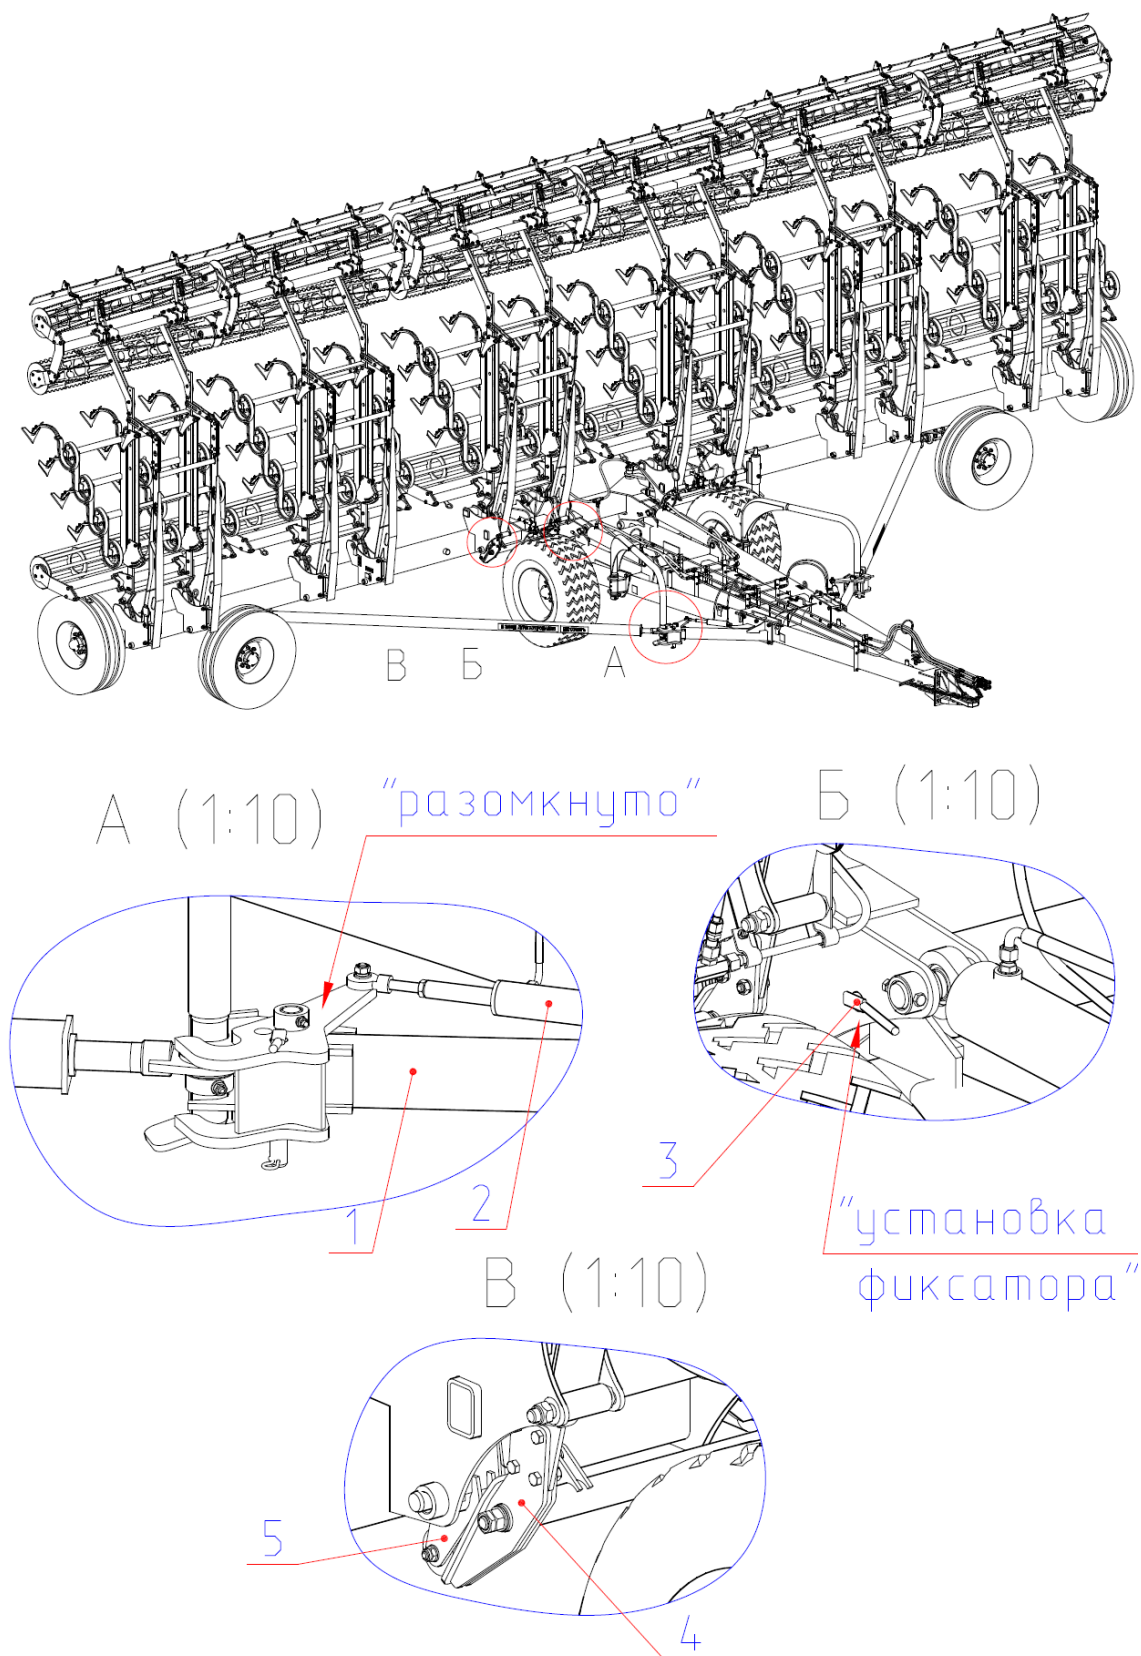

Рис.14.1 Перевод балок в вертикальное положение.
-произвести подъем, повернув все балки с помощью гидроцилиндров (рис.14.1);
-зафиксировать положение центральной балки с помощью фиксаторов 2 (рис.14.1 Вид
- перевести замки кронштейнов 1 (рис.14.1 Вид А) в положение "разомкнуто" гидроцилиндрами 2, при этом сработают гидроцилиндры обеспечивающие нажатие рычагов 4 (рис.14.1 Вид В) на поводки 5 (секции расположенные в центре культиватора перейдут в положение обеспечивающее перевод в транспортное положение без поломок);
-перевести замки кронштейнов 1 (рис.14.1 Вид А) в положение "разомкнуто" гидроцилиндрами 2, при этом сработают гидроцилиндры обеспечивающие нажатие рычагов 4 (рис.14.1 Вид В) на поводки 5 (секции расположенные в центре культиватора перейдут в положение обеспечивающее перевод в рабочее положение без поломок);
Движение должно быть четко управляемым таким образом, чтобы обе боковые балки разъезжались одновременно на одинаковый угол, а водила с растяжками одновременно вошли в зевы кронштейнов 1 (рис.14.1 Вид А).
-перевести замки кронштейнов 1 (рис.14.1 Вид А) в положение "замкнуто" гидроцилиндрами 2;
-разблокировать положение центральной балки от фиксаторов 2 (рис.14.1 Вид Б);